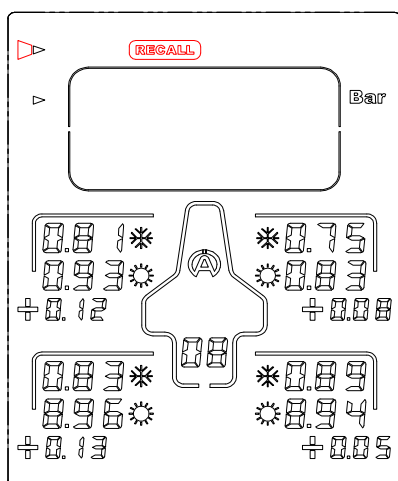

Figure 6
- 1) A l'aide des boutons , sélectionnez l'icône « **RECALL** » (figure 6)